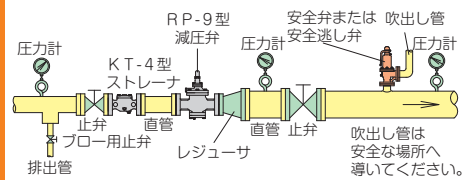

図 2. バイパス配管なし
3. 運転を止められない装置などの場合、減圧弁の一次側から二次側へのバイパス配管(止弁を設置)を設けてください。また、バイパス配管を設置しない場合は、減圧弁の一次側止弁手前に主管から分岐したブロー用止弁を設置し、フラッシングができるようにしてください。(図 2 参照)